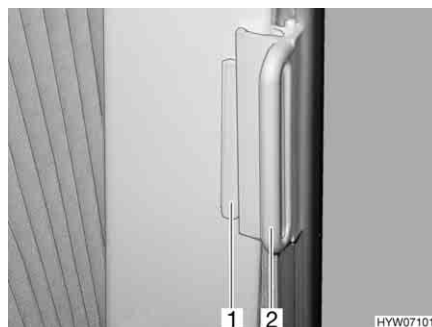

Bild 103 Plisségardin, förarhyttsfönster
- Stänga:** ■ Håll i plisségardinernas handtag (Bild 103,2) och drag försiktigt för dem tills att magnetlåset håller plisségardinen stängd.
■ Skjut in handtaget (Bild 103,2) över kanten (Bild 103,1). Plisségardinen är säkrad.